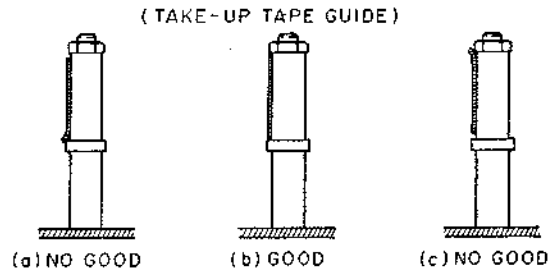

Fig. 5-4
- 4) Slightly turn the screw (a) until the tape edge barely touches the lower part of the TAKE-UP TAPE GUIDE without any curl as shown in Fig. 5-4.
- 4) Tourner légèrement la vis (a) (SCREW (a)) de manière à ce que le bord de la bande touche à peine la partie inférieure du guide-bande enrouleur et ne présente aucune ondulation ou pliure de la manière illustrée à la Fig. 5-4.